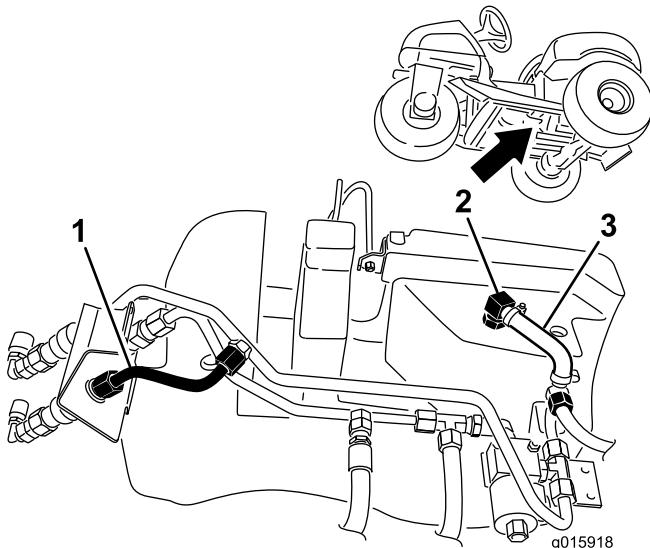

**Figura 6**
- Rimuovete le 2 viti a testa flangiata che fissano la griglia anteriore sinistra al telaio (Figura 6). Rimuovete e conservate la griglia e la bulloneria.